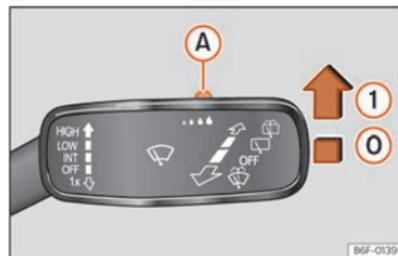

Fig. 76 Palanca del limpiaparabrisas: ajustar el sensor de lluvia **A**.
Presione la palanca a la posición deseada >>> **fig. 76**.
- ① Sensor de lluvia activo; barrido automático si es necesario.
Tras desconectar el encendido y volver a conectarlo, el sensor de lluvia permanece activado y funciona de nuevo cuando el limpiaparabrisas está en la posición »» fig. 76 ① y se circula a más de 16 km/h [10 mph].